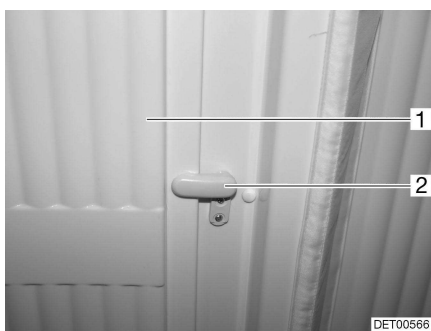

Fig. 108 Bloccaggio, rivestimento del vano WC
- Mettere il chiavistello (Fig. 108,2) verticalmente e ribaltare la parte interna (Fig. 108,1) del rivestimento del vano WC.
- Ripiegare la parte interna (Fig. 108,1) del rivestimento del vano WC e posizionare il chiavistello (Fig. 108,2) orizzontalmente.